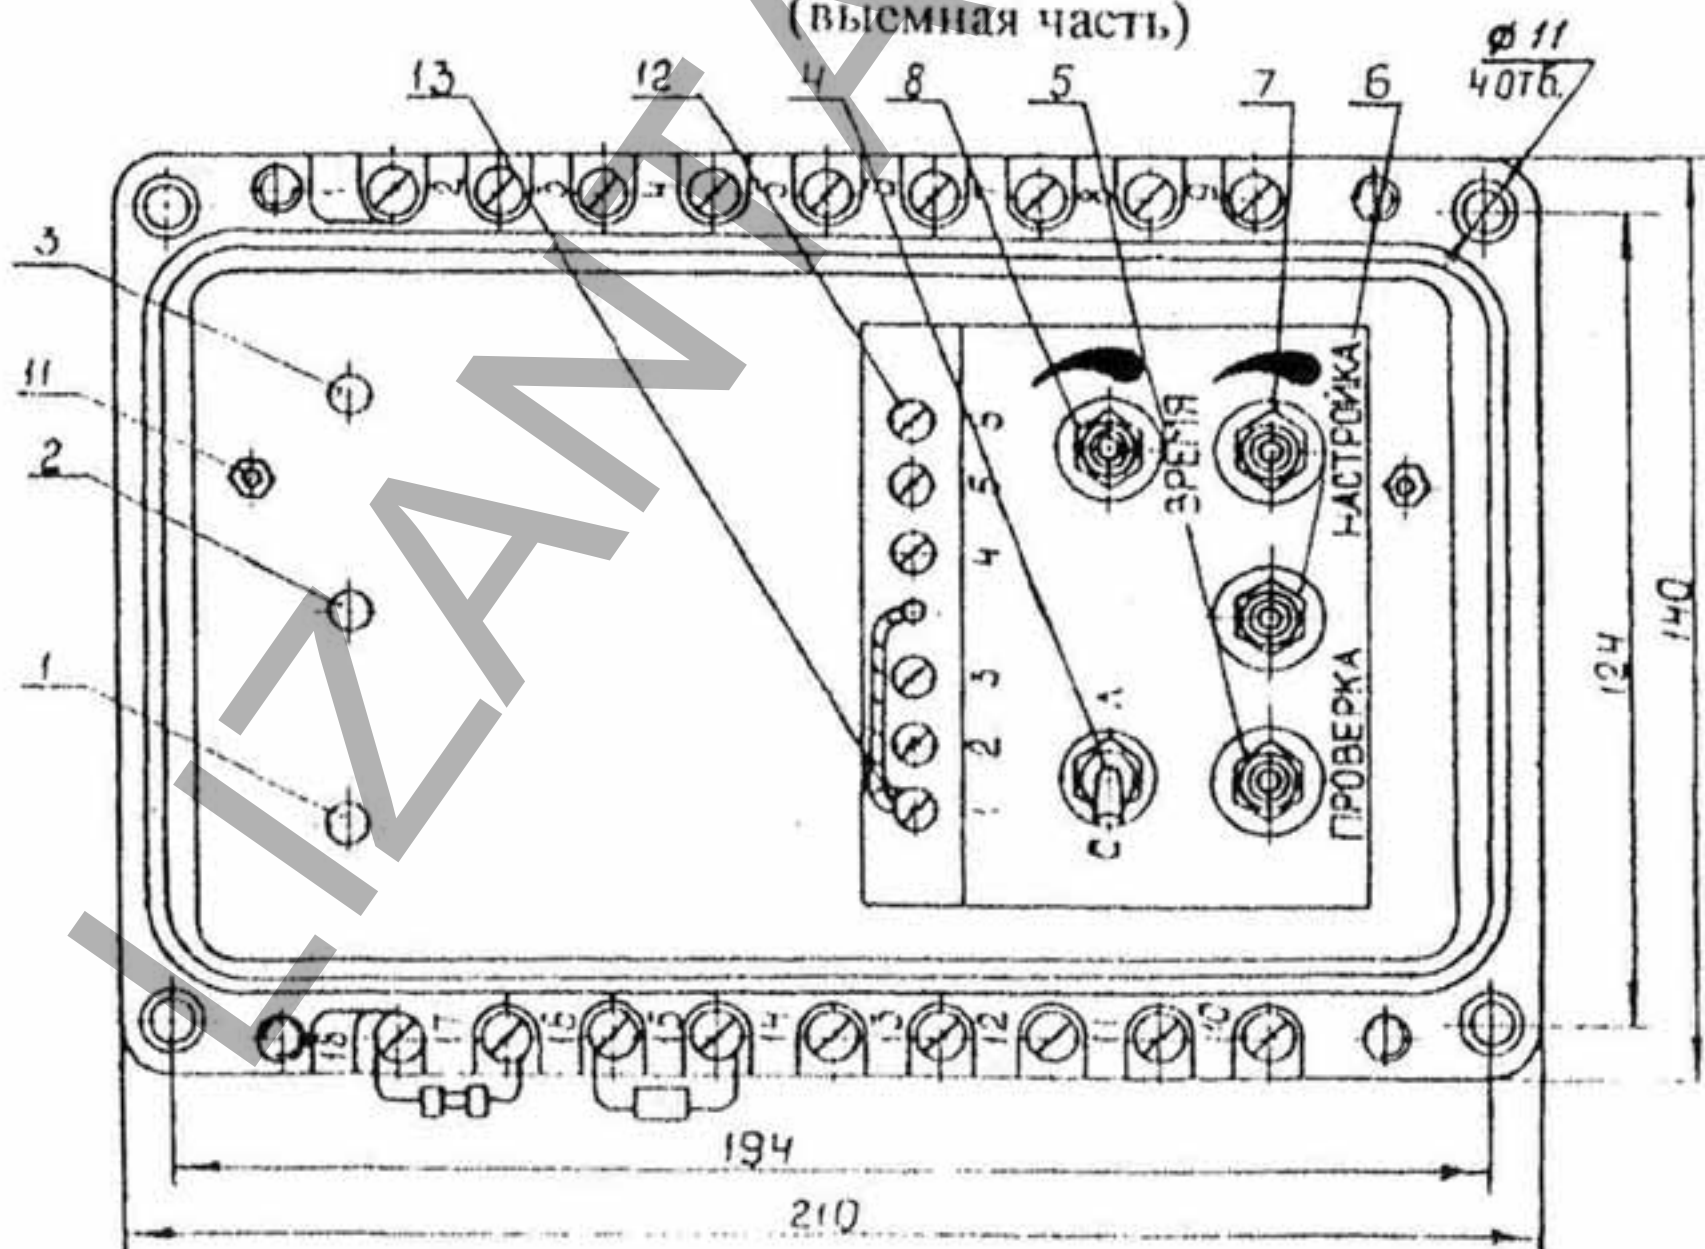

Рис. 3
9.2.1 Подготовить аппарат КС к работе. Тумблер 4 аппарата КС (рис. 3) установить в положение “С” (скребковый). Лепесток 13 установить в положение 6. Ось переменного резистора 7 “настройка” повернуть в крайнее по часовой стрелке положение, ось переменного резистора 8 “время” повернуть в крайнее против часовой стрелки положение, что соответствует минимальной выдержке времени на отключение.